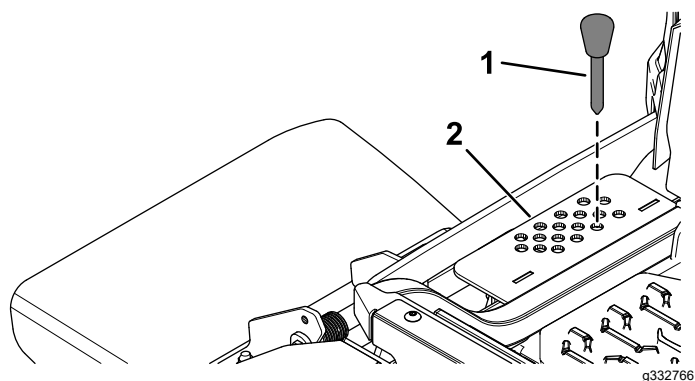

Рисунок 31
2. Выберите отверстие в кронштейне высоты скашивания, соответствующее требуемой высоте скашивания, и вставьте штифт (Рисунок 31).